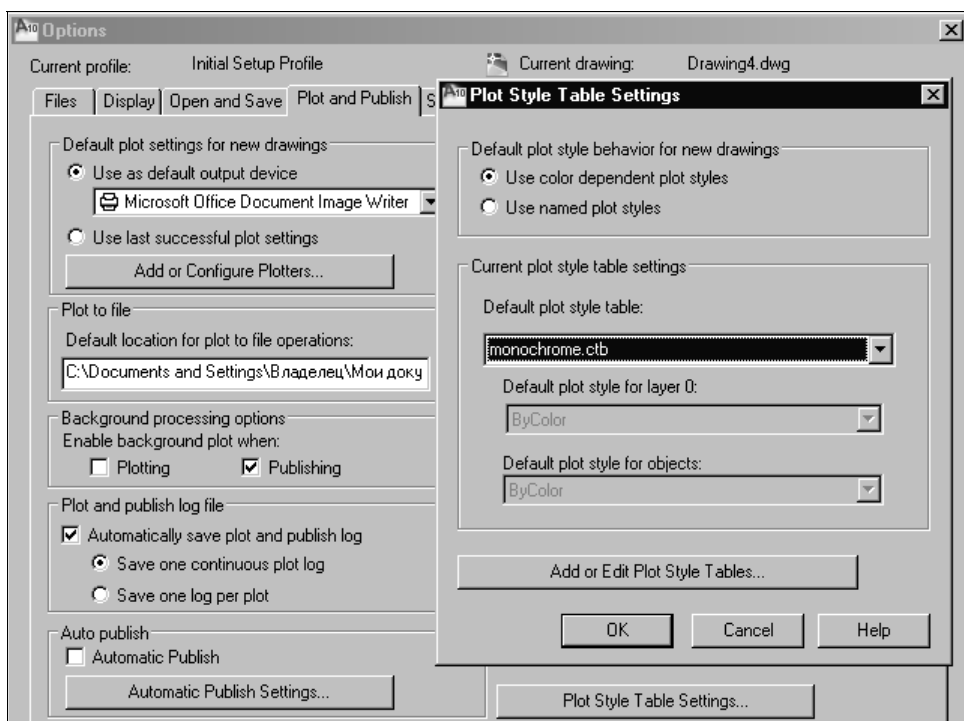

Рис. 23.18. Выбор стиля печати для вновь создаваемых рисунков
1. Откройте диалоговое окно **Options** (Настройка) и перейдите в нем на вкладку **Plot and Publish** (Печать и публикация). Щелкните на ней кнопку **Plot Style Table Settings** (Установка таблицы стилей печати). Появится диалоговое окно с таким же наименованием, что и надпись на этой кнопке (рис. 23.18).
2. В разделе **Default plot style behavior for new drawings** (Стили печати по умолчанию для новых чертежей) (рис. 23.18) установите переключатель в одно из следующих положений: